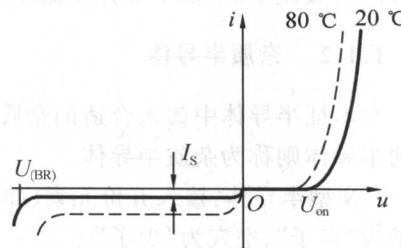

图 1-2 二极管的伏安特性
2. 伏安特性如图 1-2 所示。
3. 受温度影响很大。温度升高时, U_{on} 减小, 反向电流 I_s 增加, 如图 1-2 所示。